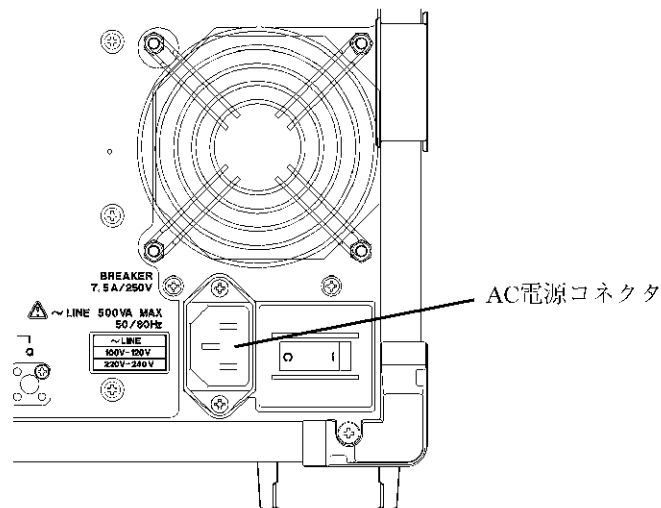

図3-6 電源ケーブルの接続
2. 本器背面パネルの AC 電源コネクタと、保護接地端子を備えた3極電源コンセントを付属の電源ケーブルで接続します（図3-6を参照）。